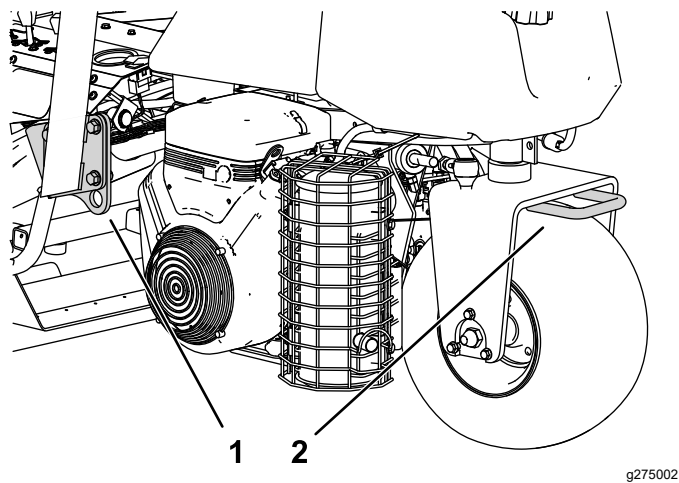

图 25
- 用箍带、链条、缆绳或绳索将机器固定牢靠。前后箍带都应从机器的下方向外伸出图 25。